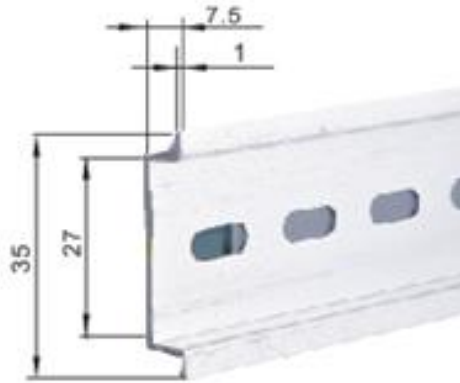

图1 TH35-7.5 (1.0) 型标准导轨
- c 安装在TH35-7.5(1.0)标准导轨上(见图1);
(3) 正常的贮存条件